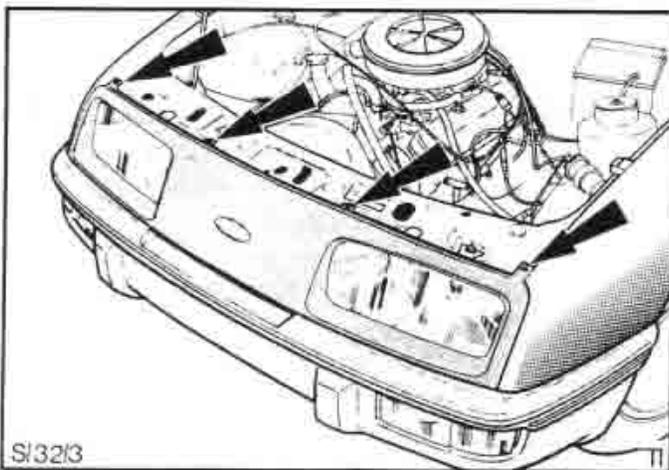

Fig. 1. Tornillos de retención del frontal, señalados con flecha.
1. Afloje los cuatro tornillos de la parte superior del frontal del radiador, eche el frontal hacia arriba, se parándolo de las guías de emplazamiento de la base del mismo, y quítelo. Figs. 1 y 2.